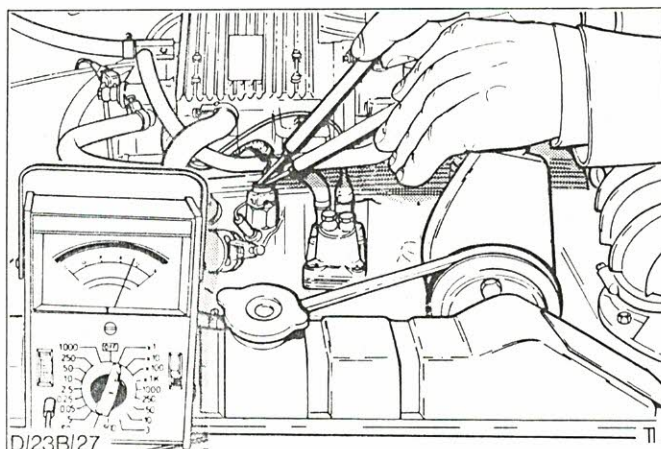

Abb.65 Spannungsprüfung - Thermozeitschalter
- d) Isolierung des angeschlossenen Steckers zurückziehen und während des Anlassens Spannung am Stecker prüfen, Abb.65.